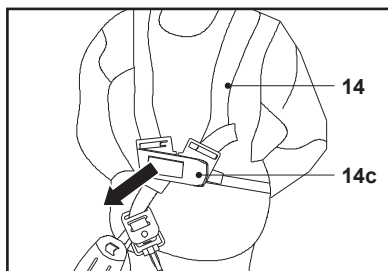

Fig. 15
8. En cas d'urgence, tenir la perche supérieure (9) avec la main droite et utiliser la main gauche pour pousser et actionner le levier de déblocage (14c). Le harnais (14) sera libéré automatiquement du corps en raison du poids du produit (Fig. 15).